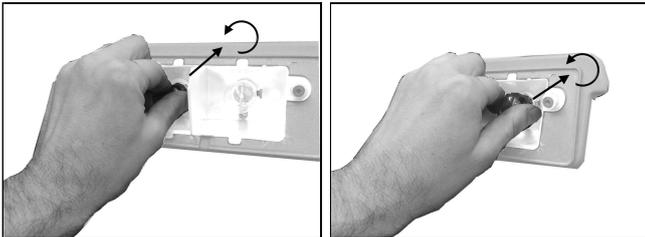

Figura 2
- Quitar la bombilla haciéndola girar 1/4 de giro en sentido antihorario (figura 2)